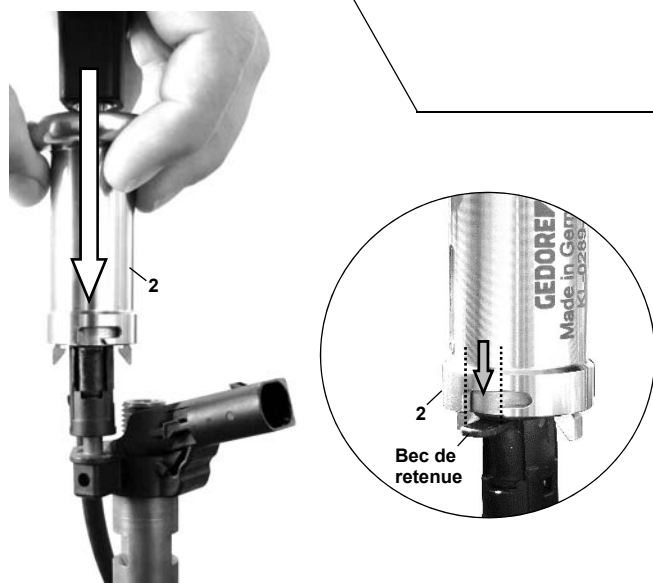

Fig. 1: Installer l'outil de dépose/pose.
1. Retirer la douille “2” de l'outil de dépose/pose pour ouvrir la pince “3”. (Fig. 1 A)
2. Installer l'outil de dépose/pose sur le raccord de l'injecteur à déverrouiller. (Fig. 1 B)